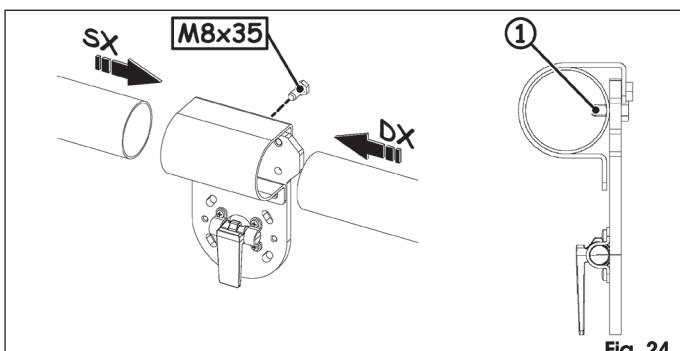

Fig. 24
In het uiteinde van de arm zit een gat. Het gat moet worden gericht dat de veiligheidsschroef erin kan worden gestoken, Fig. 24 ref. ①, om te voorkomen dat de arm naar beneden kan glijden wanneer hij verticaal staat.